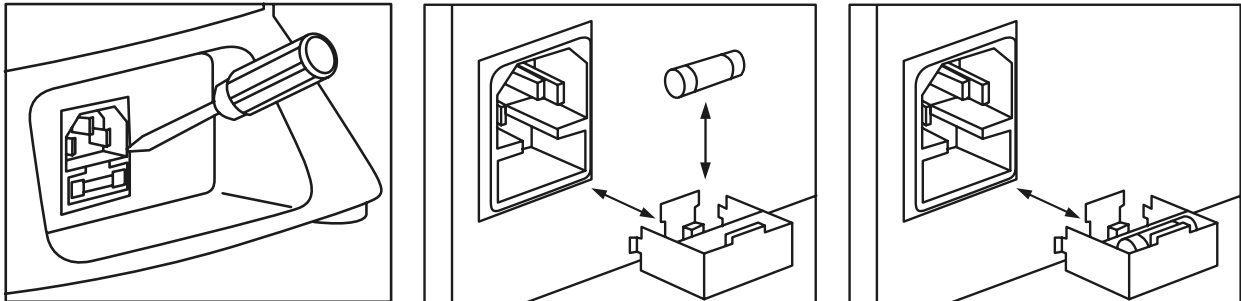

Figura 5.
- Esquemas del reemplazo del fusible (Figura 5):